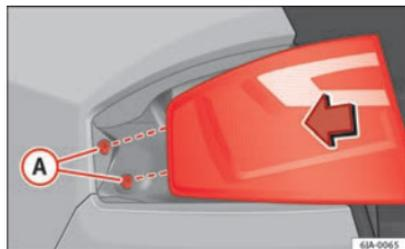

Fig. 166 Pose du feu arrière
- Appuyez sur le feu arrière vers l'arrière (sens de circulation du véhicule) en encastrant les fixations dans les douilles en caoutchouc ⇒ fig. 166 A.